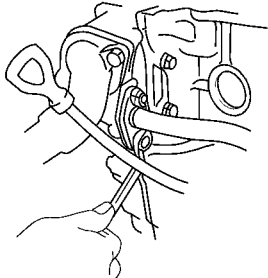

图 1-83 旋下冷却液旁通管的固定螺母和螺栓
1) 旋下冷却液旁通管的两个固定螺母和两个螺栓, 如图 1-83 所示。